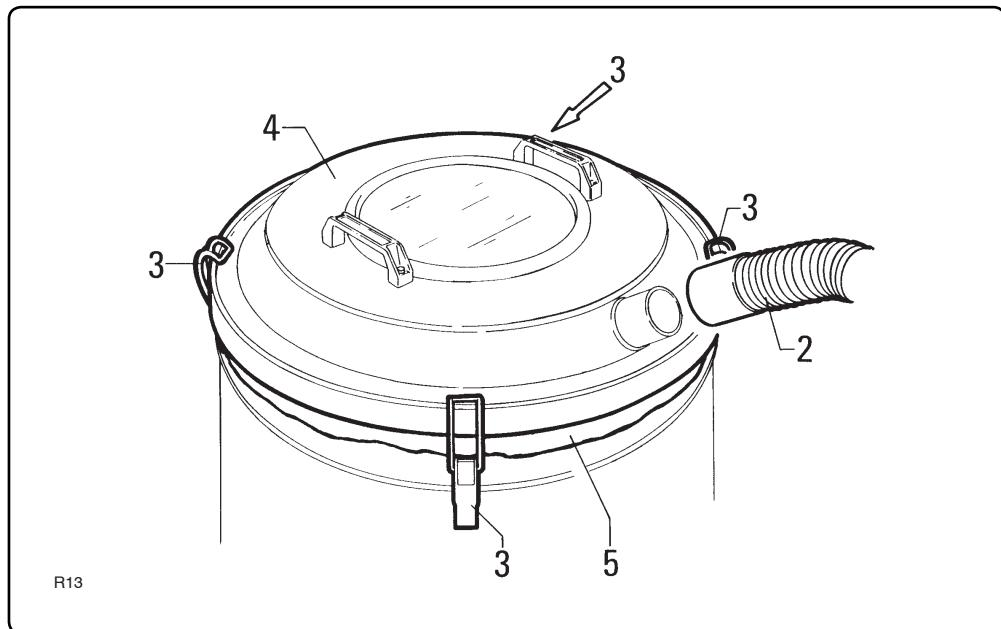

Fig. 7.5.1
7.5.1 - Sostituzione del sacco raccoglitrice (fig. 7.5.1)
7.5.1 - How to replace the swarf bag (fig. 7.5.1)
7.5.1 - Remplacement du sac de récupération (fig. 7.5.1)
7.5.1 - Sustitución de la bolsa de recogida (fig. 7.5.1)
- Inserire il sacco nuovo col bordo "5" leggermente sporgente (fig. 7.5.1).
- Insert the new bag with the edge "5" slightly projecting (fig. 7.5.1).
- Introduisez le nouveau sac avec le bord "5" légèrement en saillie (fig. 7.5.1).
- Introducir la bolsa nueva con el borde "5" que sobresalga levemente (fig. 7.5.1).